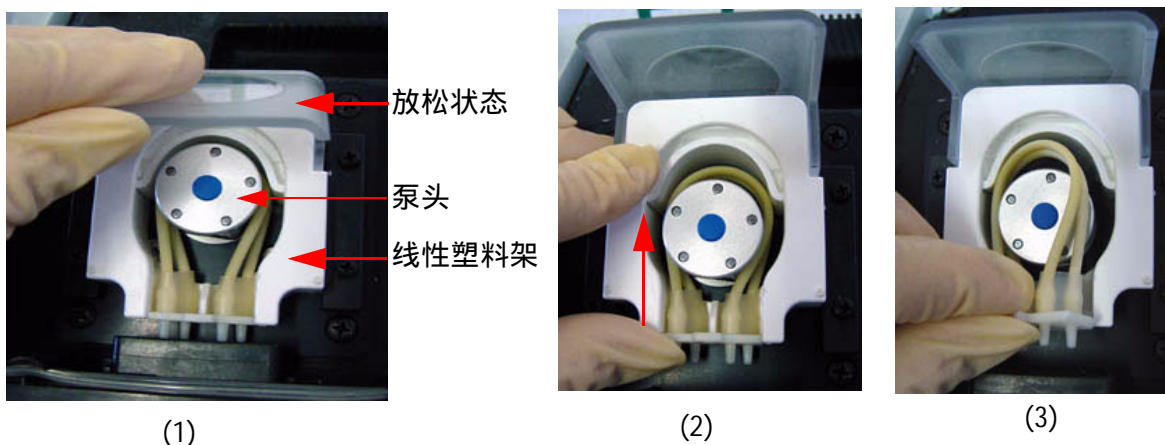

Fig. 6
- 打开蠕动泵的透明塑料盖（放松状态）（图6/1）。
- 向上推起线性塑料架（白色塑料部分）（图6/2）。
- 取下整个泵管部分（管道架和管子）（图6/3）。